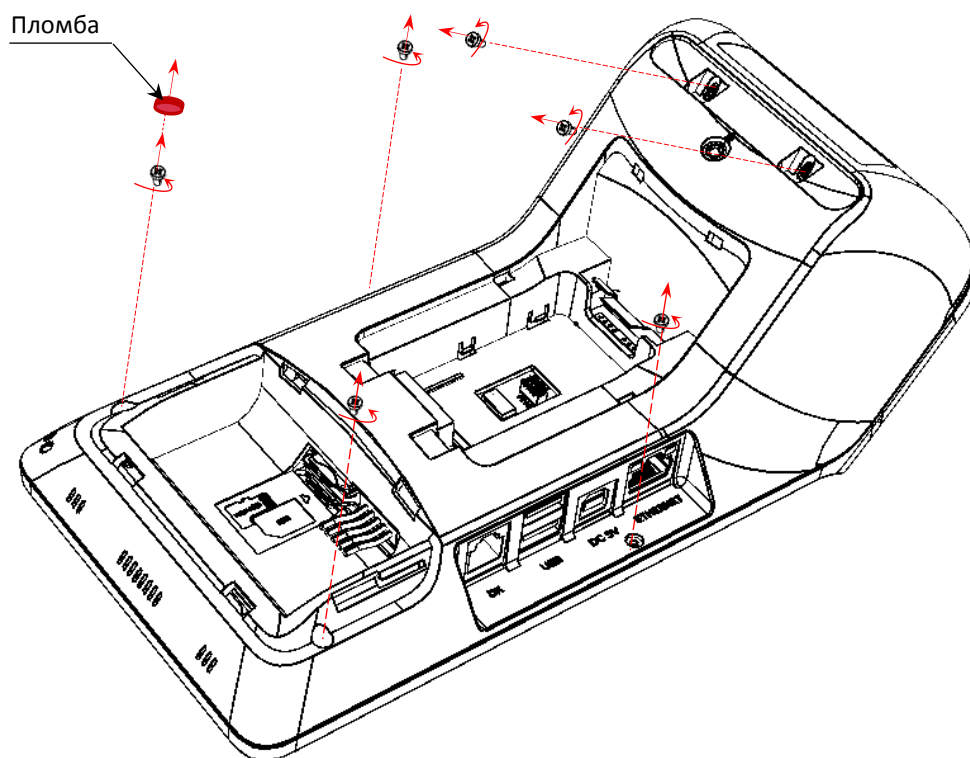

Рисунок 14. Винты крепления верхней и нижней части корпуса смарт-терминала
19. Вкрутить винты крепления верхней части к нижней части корпуса (рисунок 14).
14. Вкрутить винты крепления верхней части к нижней части корпуса (рисунок 14).